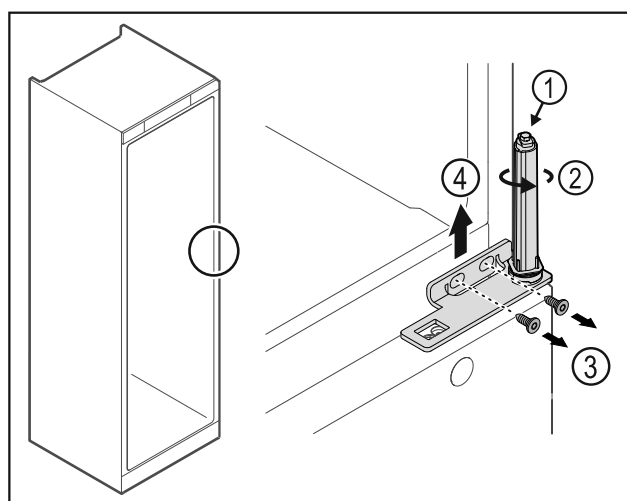

Fig. 26
- Ta inte isär dörrlåssystemet Fig. 26 (1).
- Vrid låssystemet Fig. 26 (2) tills det klickar.
- Lossa skruvarna Fig. 26 (3), ta av gångjärnsfästet uppåt Fig. 26 (4).